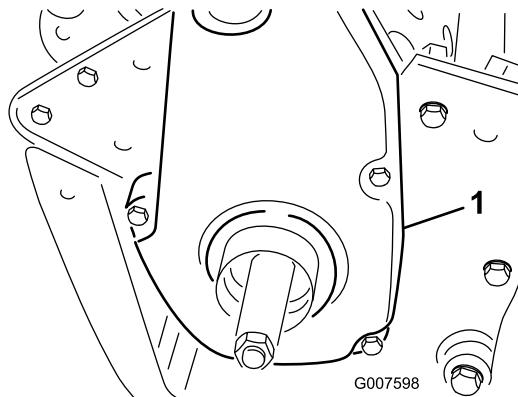

Figura 37
- Togliete i dispositivi di fissaggio del copricinghia e il copricinghia per accedere alla cinghia (Figura 37).